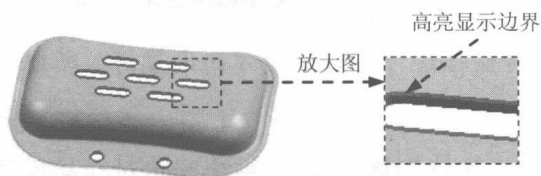

图 1.11 高亮显示孔边界
Step2. 定义修补边界。在“边补片”对话框的 **类型** 下拉列表中选择 ☒ **体** 选项，然后在图形区中选取产品实体，此时系统将需要修补的破孔处加亮显示，如图 1.11 所示。